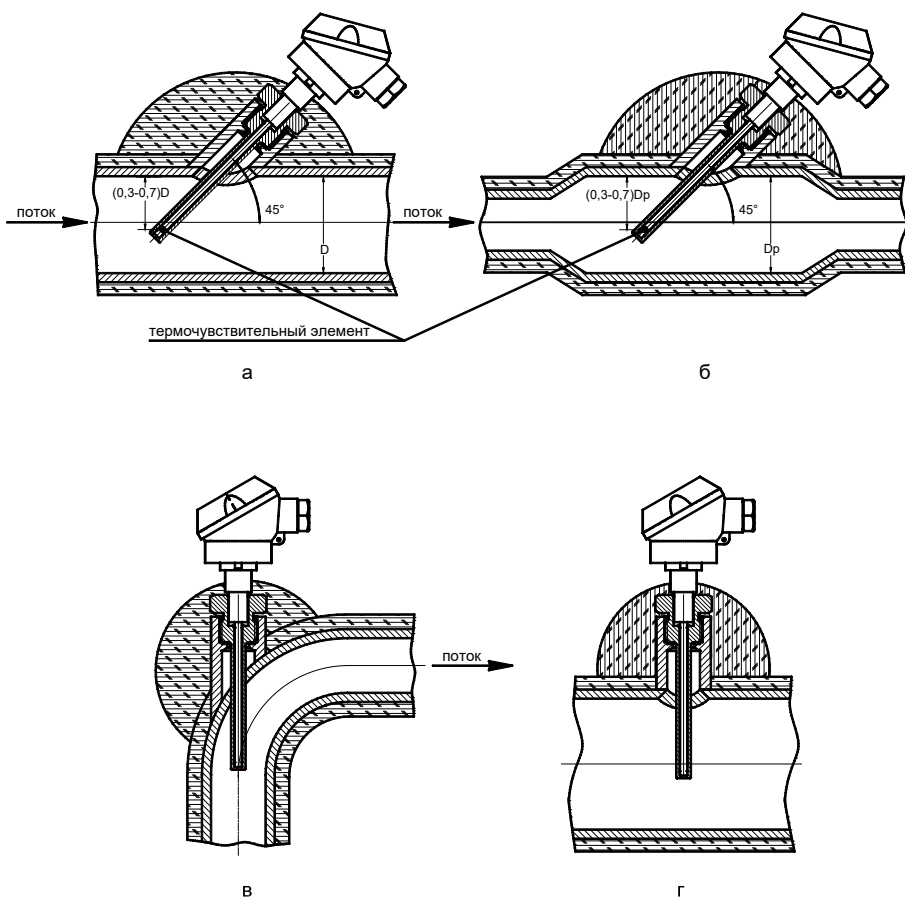

Рис.8.8
8.6.1 В выбранном месте установки ТС в верхней части трубопровода делается отверстие под защитную гильзу. Глубина погружения чувствительного элемента ТС должна быть до оси трубы или глубже (рис. 8.8 а).
8.6.2 Если диаметр чувствительного преобразователя ТС превышает $0,13D$, то допускается при установке ТС применять расширитель (рис. 8.8 б), где D_p – внутренний диаметр расширителя.